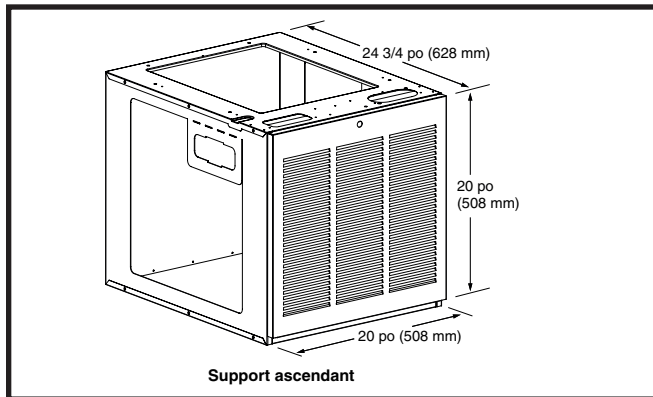

Figure 1. Support ascendant en option
- Modèles E7EM: Utilisez un boîtier de serpentin avec une porte pleine et un support ascendant (Figure 1 \(page 5\)). Les numéros de pièce se trouvent dans les documents de caractéristiques techniques. Voyez la
- Le support (Figure 1) utilise les filtres fournis avec l'appareil. Retirez tous les filtres de l'appareil et suivez la procédure d'installation appropriée. Consultez les directives fournies avec le support ascendant pour obtenir des renseignements supplémentaires.